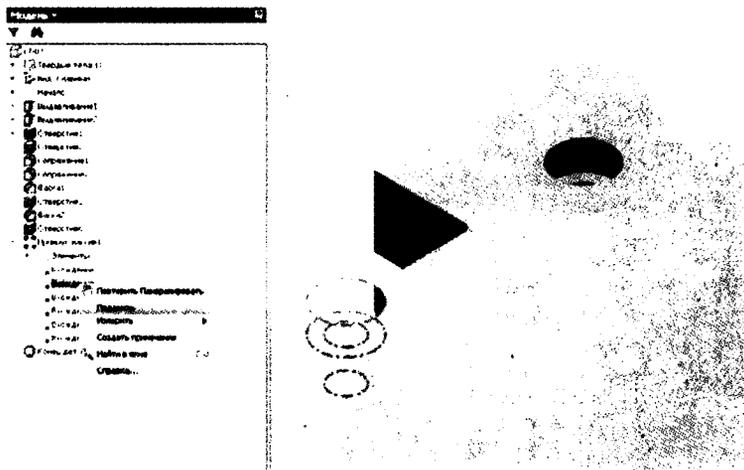

Рис. 7.13. Отдельные элементы массива могут быть подавлены
11. Переключайтесь по вхождениям, пока не подсветится отверстие, которое показано на рис. 7.13.